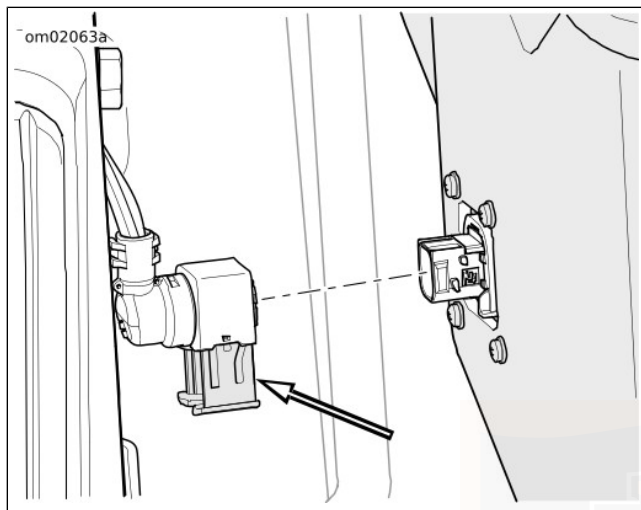

Abbildung 29. Arretierung des rechten Steckverbinders
- a. **Rechte Satteltasche:** Siehe Abbildung 29. Den Verriegelungsstift ganz herausziehen. Steckverbinder trennen.
- a. **Rechte Satteltasche:** Siehe Abbildung 29. Den Steckverbinder anschließen. Den Verriegelungsstift einrasten.